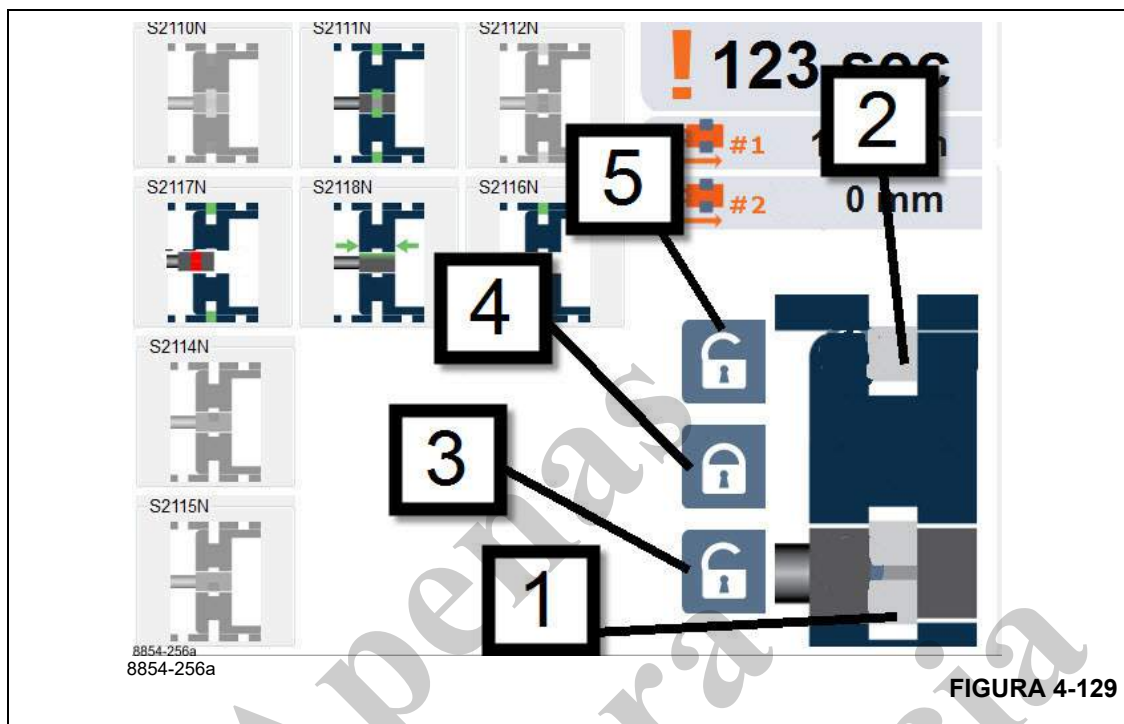
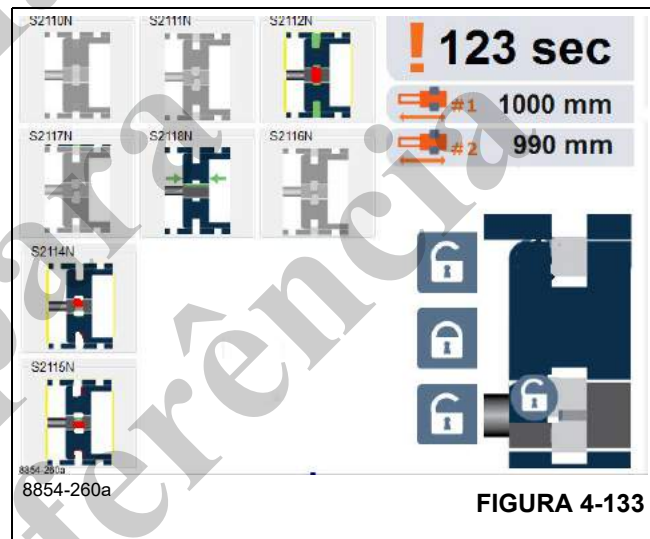

FIGURA 4-129
FIGURA 4-133
A Figura 4-129 tem mais explicações para a tela do programa de emergência da função telescópica. O item 1 é a representação gráfica dos pinos do cilindro telescópico que se conectam a uma seção da lança telescópica. Quando esses pinos de cilindro forem considerados retraídos, um símbolo de destravamento aparecerá neste local.
perto da representação gráfica do cilindro telescópico — consulte o item 1 na Figura 4-129).
A seção da lança telescópica está destravada (o símbolo de destravamento é mostrado perto da representação gráfica dos pinos da seção — consulte o item 2 na Figura 4-129).
Durante a movimentação da ação telescópica, você não deve selecionar Travar. Em nenhuma circunstância, enquanto o cilindro telescópico estiver em movimento, você deve selecionar e pressionar o símbolo (4, Figura 4-129).
- Agora, selecione e confirme o símbolo (1, Figura 4-129).
- Selecione e confirme o símbolo (3, Figura 4-129).
O cilindro telescópico está destravado. Na posição destravada, a tela deve aparecer como indicado pela Figura 4-133. O cilindro telescópico é destravado de qualquer seção da lança telescópica (símbolo de destravamento mostrado perto da representação gráfica do cilindro telescópico — consulte o item 1 na Figura 4-129).
A seção da lança telescópica está travada (o símbolo de destravamento não é mostrado ao lado da representação gráfica dos pinos da seção — consulte o item 2 na Figura 4-129).
ligar, S2116N e S2117N estarão desligadas. Isto é o que é mostrado na Figura 4-133.
- Selecione e confirme o símbolo apresentado como Item 4 na Figura 4-129.